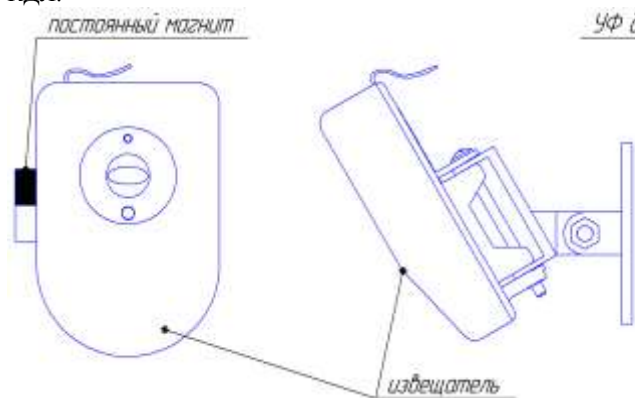

Рисунок 4 – Место поднесения постоянного магнита
Командой «Программирование адреса устройства» можно задать адрес извещателя независимо от того, какой ему адрес присвоен на данный момент. Это может быть использовано в случае ошибочного назначения одинаковых адресов двум и более устройствам. Для этого с пульта или компьютера подать команду на программирование требуемого адреса. После чего в течение не более 5 минут к извещателю поднести постоянный магнит к обозначенному месту, (см. рисунок 4). При этом светодиод извещателя переходит в режим непрерывного свечения. На пульте или компьютере отобразятся события о потере связи с устройством по старому адресу и о восстановлении связи с устройством по новому адресу. Если устройства имели одинаковый адрес, то сообщений о потере связи по старому адресу не будет.
2.4.3 Контроль функционирования извещателя можно осуществить путём поднесения постоянного магнита к извещателю (см. рисунок 4). ПКУ «С2000М» или АРМ «Орион Про» должен выдать сообщение «Тест» или «Пожар», в зависимости от режима тестирования. Контроль функционирования работает, начиная с «С2000-КДЛ» версии 2.15 и «С2000-КДЛ-2И» v.1.15.